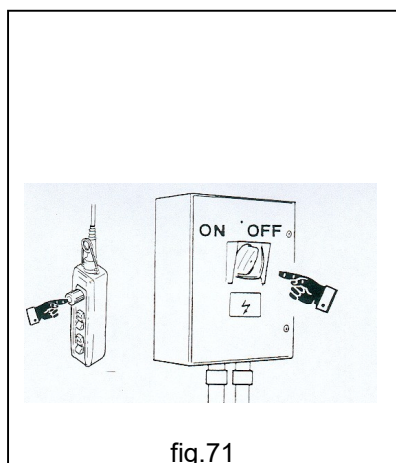

fig.71
- **SIEMPRE**, antes de abandonar el puesto de maniobra, active el pulsador de parada en la botonera y desconecte el interruptor general de la grúa (fig.71).